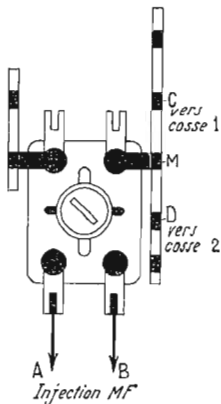

Fig. 3
La figure 3 représente le croquis du circuit d'attaque avec ses cosses C, D, M (masse) et A-B pour l'injection des tensions FI à l'entrée du premier amplificateur FI du téléviseur.
c) Brancher le point D (fil rouge) sur la cosse 2 de la plaquette (HT).
d) Souder le point M à la masse du châssis du téléviseur (fig. 3).